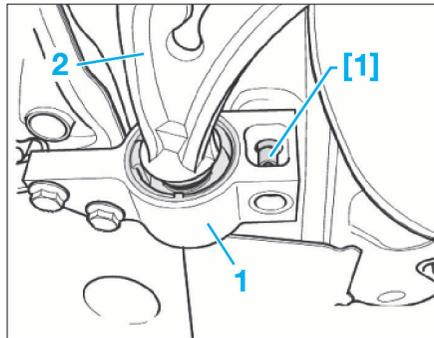
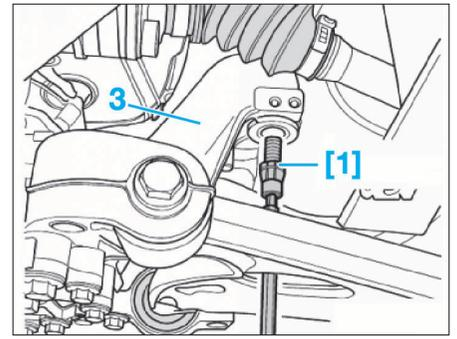

FIG. 8
FIG. 9
- [1]. Outil de centrage du berceau (Fig.8) et (Fig.9).
• Remplacer la vis de fixation du palier (1) de triangle de suspension (2) sur la caisse par l'outil [1] des deux côtés (Fig.8).
- Remplacer également des deux côtés les vis de fixation supérieures du berceau (3) par l'outil [1] (Fig.9).
- [1]. Outil de centrage du berceau (Fig.8).
La fixation du palier arrière du triangle étant commune à celle du berceau, sa dépose nécessite l'emploi d'un outil de centrage et de guidage (1) (Fig.8).
- Remplacer la vis de fixation du palier de triangle de suspension sur le berceau, par l'outil [1] et le serrer à 2 daN.m (Fig.8).
La troisième vis est remplacée par l'outil [1] (Fig.8).
- le train avant sera à contrôler systématiquement dans le cas où l'outil [1] (Fig.8) n'est pas utilisé.